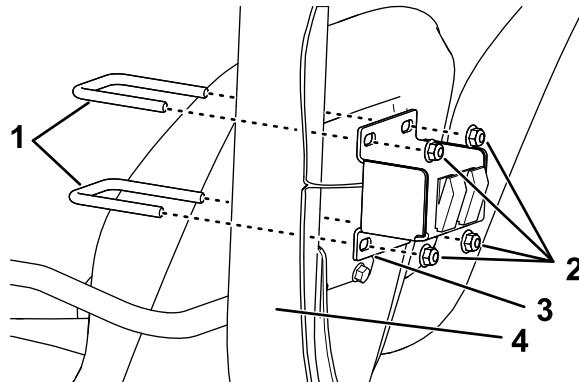

Рисунок 9
- На машине Multi Pro 5800 установите кронштейн переключателя на задней стороне узла конструкции ROPS при помощи двух U-образных болтов (3/8 x 2-15/16 x 3 1/2 дюйма) и четырех фланцевых контргаек (3/8 дюйма), как показано на Рисунок 9.